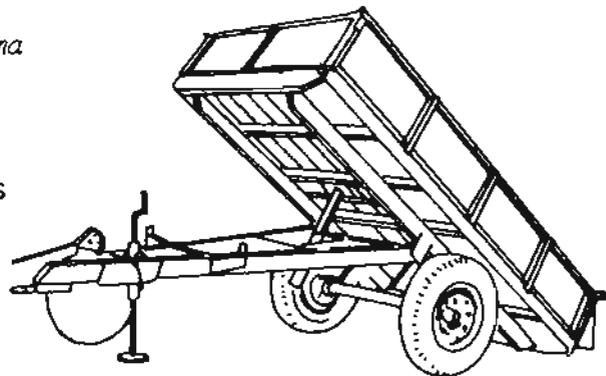

Fig. 4
*Basculamiento de la plataforma* hacia atrás o hacia un lado (fig. 4) por efecto del propio peso de la carga o asistido por cilindros hidráulicos de control remoto y acción sencilla.